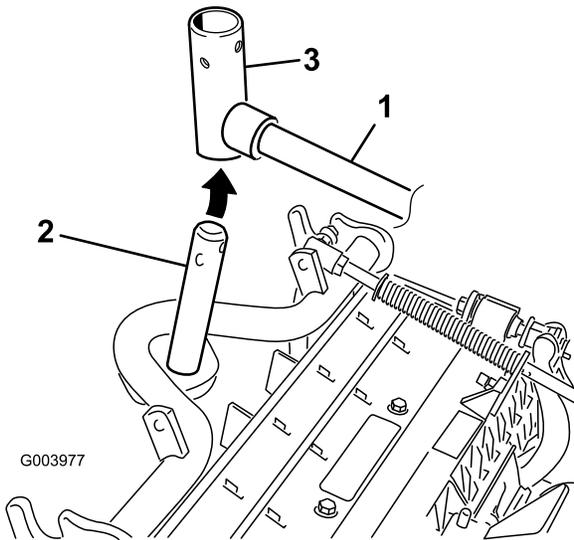

图11
8. 对于前滚刀组在将承载架轴向上插入提升臂轴轭的同时把滚刀组滑到提升臂下方图11。
B. 将提升臂枢轴插入承载架轴的上方图11。